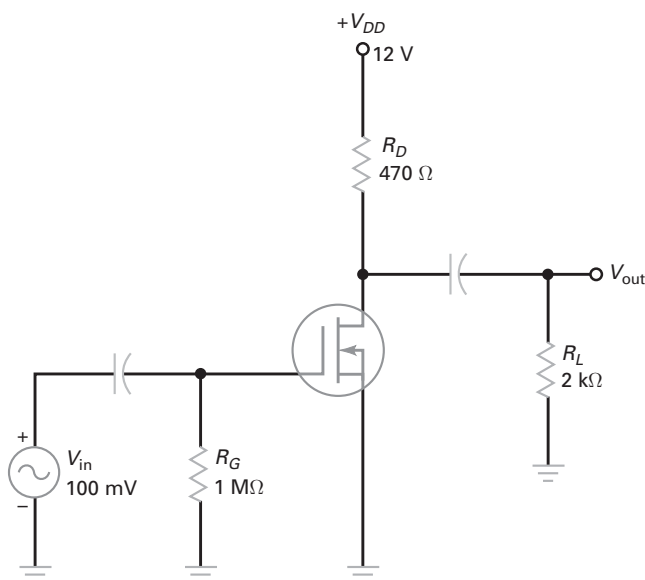

Figura 12-49
- 12-4** O MOSFET-D na Figura 12-49 tem $V_{GS(desl)} = -3$ V e $I_{DSS} = 12$ mA. Determine a corrente no dreno do circuito e os valores de V_{DS} .
- 12-5** Na Figura 12-49, quais são os valores de r_d , A_v e v_{out} usando uma g_{mo} de $4.000 \mu S$?
- 12-6** Usando a Figura 12-49, calcule r_d , A_v e v_{out} se $R_D = 680 \Omega$ e $R_L = 10$ k Ω .
- 12-7** Qual é a impedância de entrada aproximada na Figura 12-49?